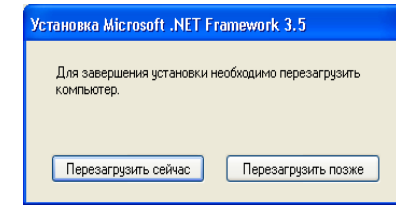

Рисунок 7.6
6) Для завершения установки программы "FrameWork_3.5" щелкнуть по кнопке **Выход** и в появившемся окне (рисунок 7.6) щелкнуть по кнопке **Перезагрузить сейчас**. После перезагрузки ПК следует приступить ко второму этапу установки программы для управления трансформатором CA535.